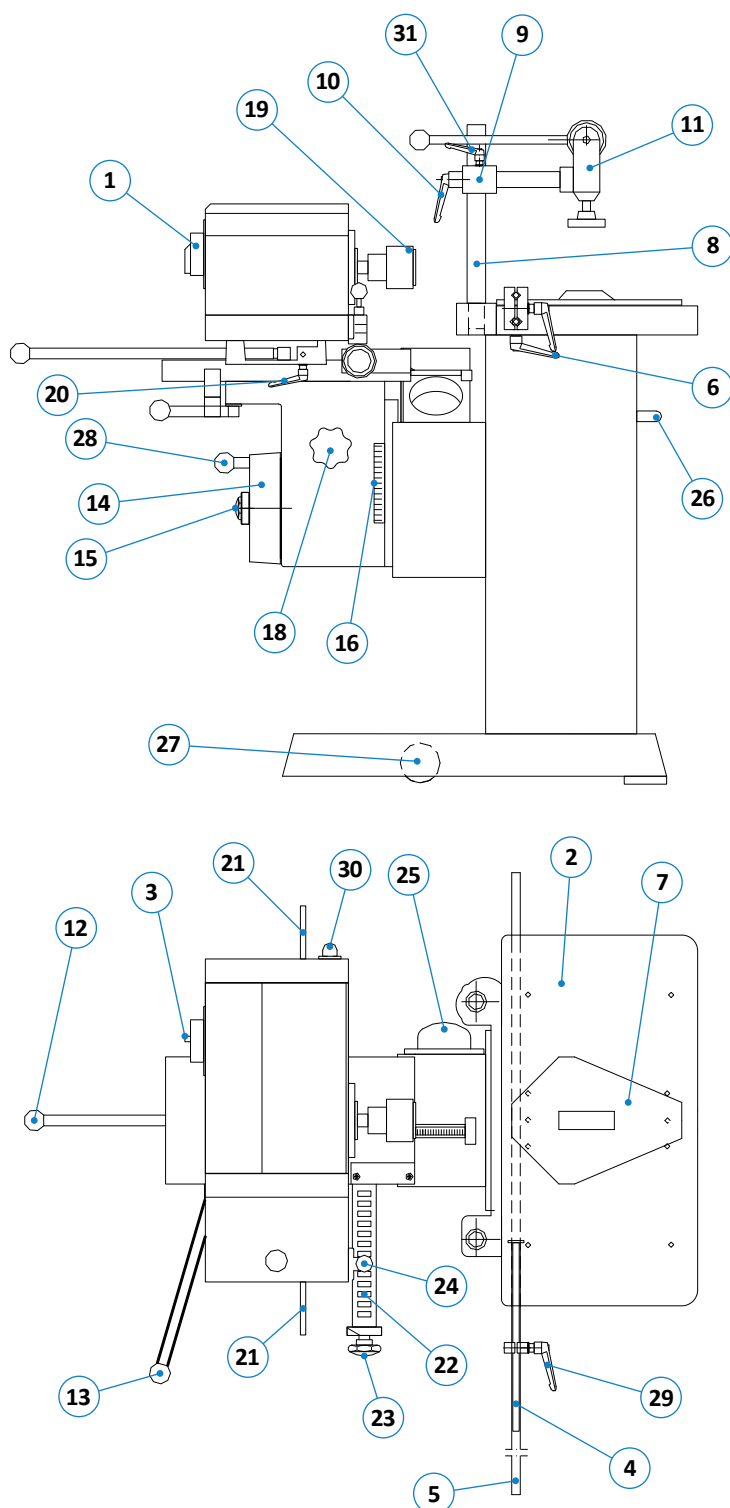

Figure 7 : composants et éléments de commande
Les deux leviers de commande (12) et (13) pour les mouvements longitudinaux et transversaux du moteur de forage, illustrés sur ⇒ Figure 7, sont montés comme suit :
- Pousser les deux leviers de commande à travers les blocs de guidage (F) et les visser sur les axes d'articulation (G).
- En cas de défaut d'alignement, tourner les blocs de guidage (F) de 180°.
Remarque : Vous trouverez les équivalences manquantes pour les numérotations suivantes dans ⇒ Figure 7.